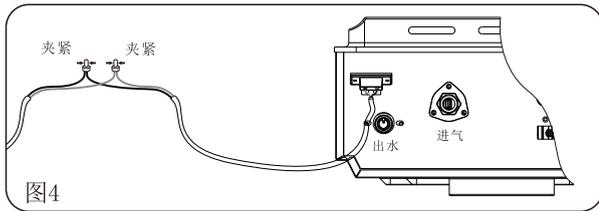

图4
⑩ 本标识内数字表示产品在正常使用状态下的环保使用期限为10年。
- 如果线缆不够长需要增加线长时，可以外接同规格的线缆，将线缆用线夹夹紧即可，图4所示。